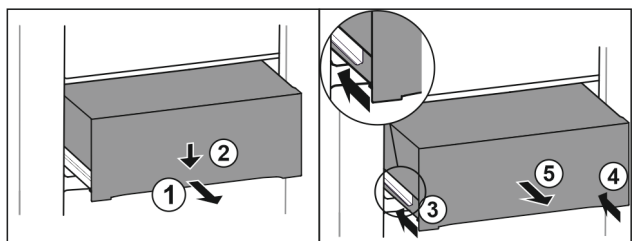

Fig. 95
- ▶ Wyciągnąć szufladę do połowy. Fig. 95 (1)
- ▶ Popchnąć szufladę z przodu w dół. Fig. 95 (2)
- ▶ Wsunąć lewą szynę o ok. 2 cm. Fig. 95 (3)
- ▶ Wsunąć prawą szynę o ok. 2 cm. Fig. 95 (4)
- ▶ Wyjąć szufladę do przodu. Fig. 95 (5)